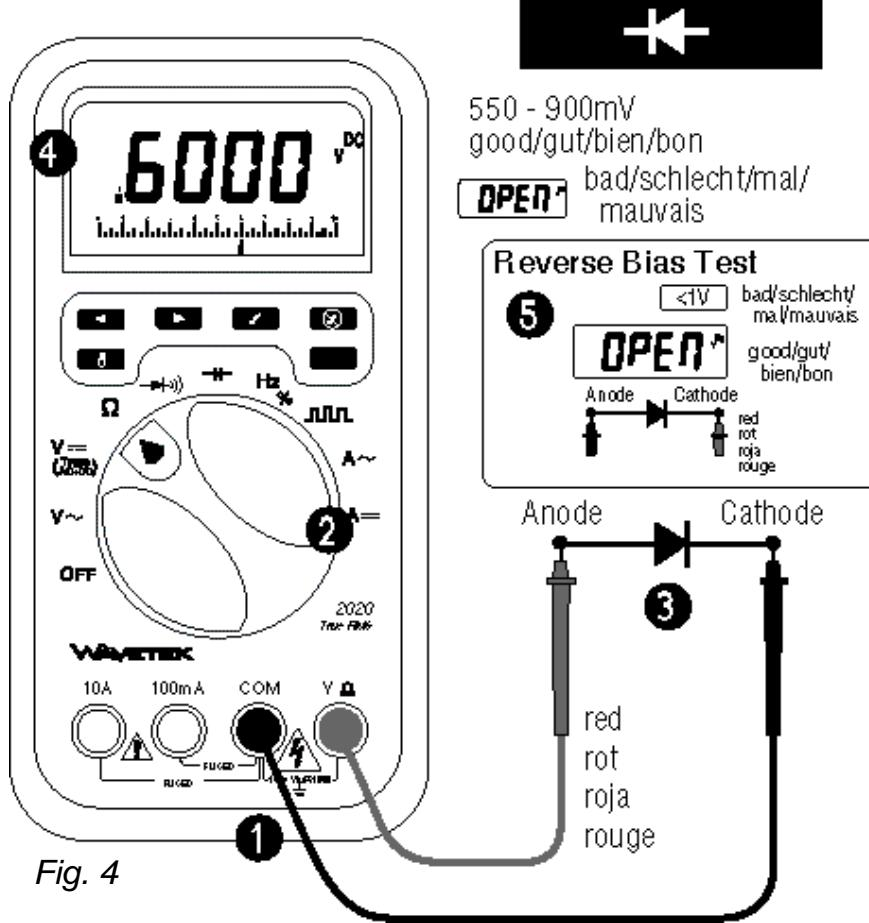

Fig. 4
DIODE AND TRANSISTOR TEST (See Fig. 4)
The diode test measures the voltage drop across a diode junction. ① Connect the test leads as shown in figure 4. ② Set the Function/range switch to $\rightarrow\!\!\parallel$. ③ Apply probe tip of red lead to the anode and of black lead to the cathode of the diode. The meter's display indicates the forward voltage drop (approx. 0.6V for silicon diode or 0.4V for germanium diode). A short tone indicates a good diode. An open diode is indicated by "OPEN". ④ Reverse test lead connections to the diode to perform a reverse bias test. "OPEN" indicates a good diode. **Notes:** "OPEN" for both reverse and forward bias tests indicates an open diode. A low voltage reading for both bias tests indicates a shorted diode. If the diode is shunted by a resistor of 1000 ohms or less, it must be removed from the circuit before taking the measurement. Bipolar transistor junctions may be tested in the same manner described above as emitter-base and base-collector junctions are diode junctions.
D • Dioden- und Transistortest (siehe Fig. 4)
E • Comprobación de diodos y transistores (vea Fig 4)
F • Test de Diodes et de Transistors (voir fig. 4)
Le test de diodes affiche la chute de tension à travers le transistor. ① Connectez les cordons comme indiqué en figure 4. ② Placez le sélecteur sur . ③ Connectez les pointes de touche à la diode – la rouge à l'anode, la noire à la cathode. ④ Lisez la chute de tension en direction passante (environ 0.6V pour une diode au Si; 0.4V pour une diode au Ge. Une diode ouverte est affichée par "OPEN". ⑤ Inversez la connection pour mesurer en direction de bloquage. Une bonne diode est affichée par "OPEN". **Notes:** "OPEN" dans les deux directions indique une diode ouverte; une lecture basse indique une diode court-circuitée. Les jonctions de transistors peuvent être testées comme des diodes.